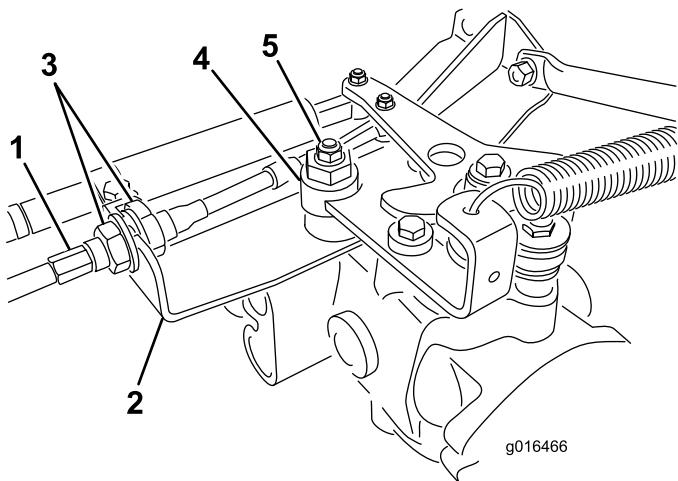

Figura 43
- A. Afloje las dos contratuerzas que fijan el cable de control de tracción a la mampara del hidrostato (Figura 43). Asegúrese de aflojar ambas contratuerzas uniformemente, y lo suficiente como para permitir el ajuste.
- B. Afloje la tuerca que sujetá el excéntrico a la parte superior del hidrostato (Figura 43).
D. Gire el excéntrico hasta que no haya movimiento en ningún sentido. Cuando la rueda deje de girar, apriete la tuerca para bloquear el excéntrico y el ajuste (Figura 43). Compruebe el ajuste con el acelerador en las posiciones Lento y Rápido.
- E. Desde cada lado de la mampara, apriete las contratuerzas **uniformemente**, fijando el cable de tracción a la mampara (Figura 43). No tuerza el cable.